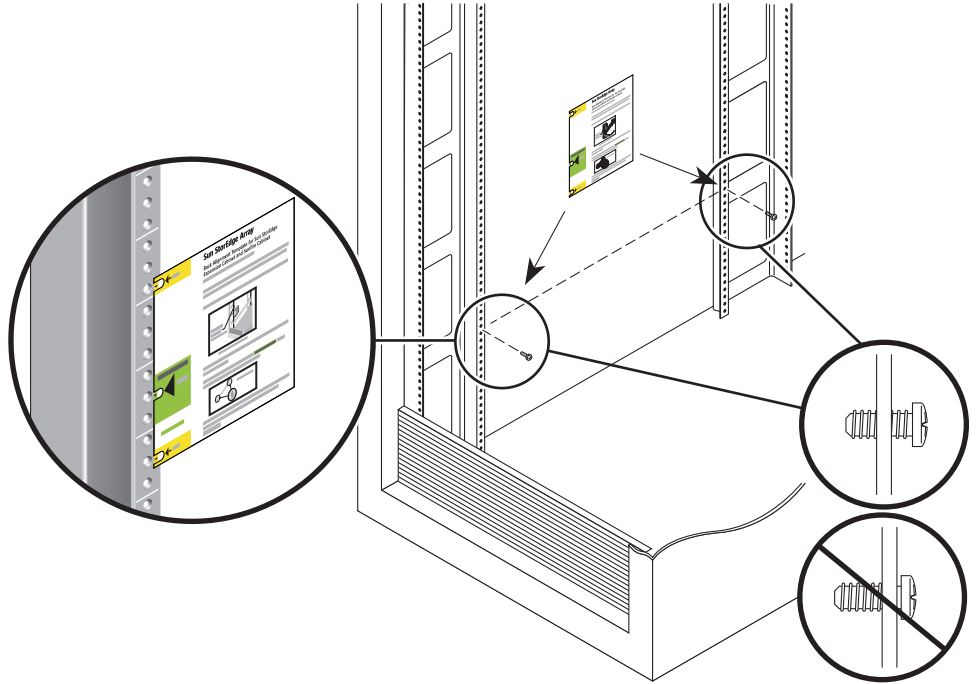

FIGURA 2-3 Introducción de los tornillos en los taladros y colocación de la plantilla de alineación del armario
2. Introduzca cuatro tornillos de 10-32 (dos por cada lado) en los taladros de montaje frontales y posteriores del armario (FIGURA 2-3). No los apriete aún. Deberá colgar las guías en estos tornillos.
3. Puede localizar los taladros de montaje adecuados utilizando la plantilla de alineación para el armario de expansión Sun StorEdge (FIGURA 2-3).